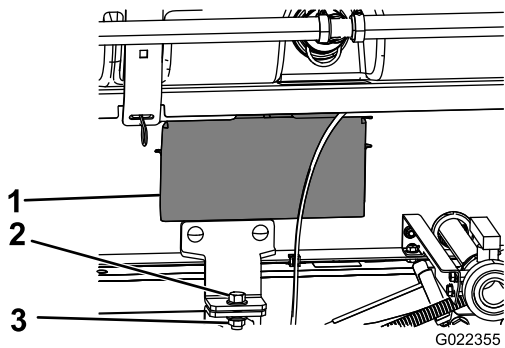

Figura 36
5. Retire los paneles de acceso a ambos lados del bastidor del patín (Figura 36).
8. Sujete el soporte de sujeción del conjunto del patín al soporte de la plataforma del bastidor en cada lado de la máquina con un perno ($\frac{1}{2}$ " x $1\frac{1}{2}$ "") y una contratuerca ($\frac{1}{2}$ "") como se muestra en Figura 36.